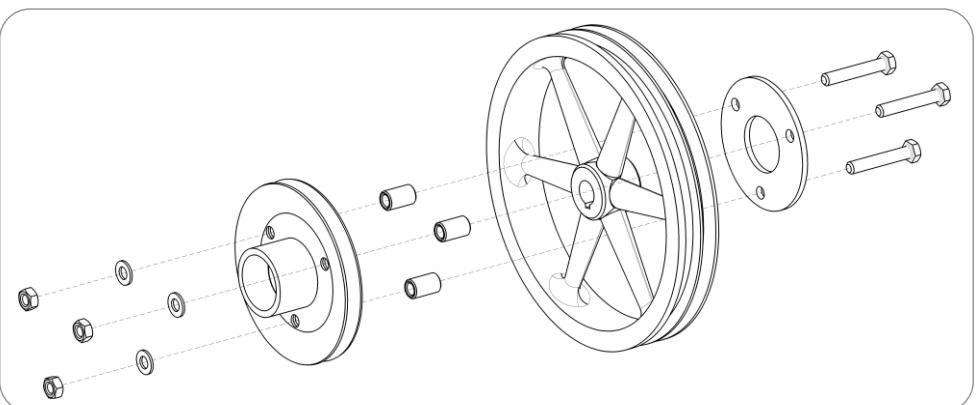

Рис.3 - Установка ведущего шкива (для МБ «Целина» и пр.)
- Для мотоблоков, со спицовым шкивом, типа «Целина» и пр. прикрутите ведущий шкив картофелевыкапывателя к большому шкиву мотоблока через прилагаемую планшайбу с противоположной стороны от шкива при помощи болтов M10x70 и распорных втулок (рис.3).